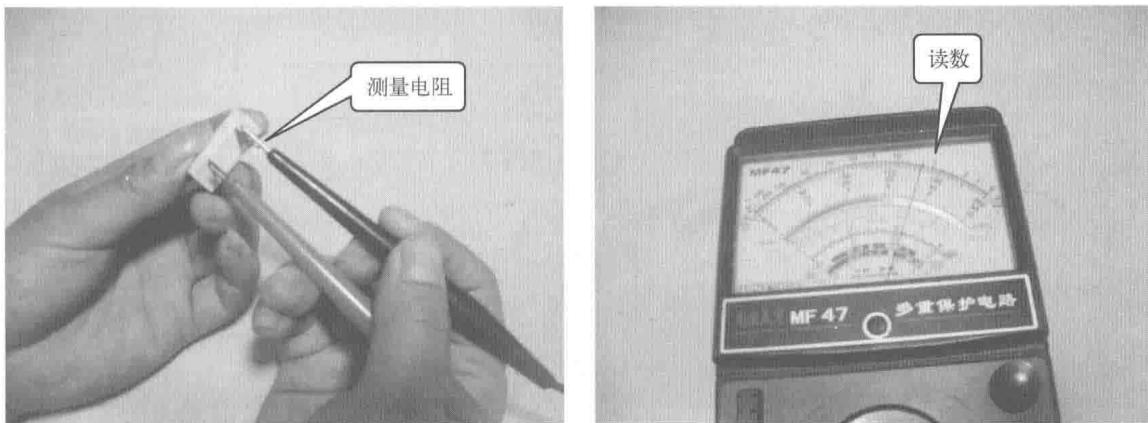

图 1-17 电阻器阻值的测量
(3) 将万用表红、黑两支表笔分别接在待测电阻的两个电极上，如图 1-17 所示，此时可以看到万用表的指针开始向左偏转。当指针稳定不动后，就可以读出测量数据了。